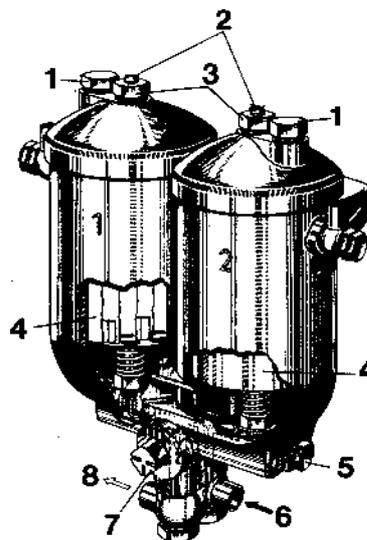
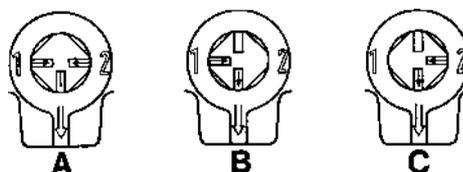

Fig. 74. Filtres à carburant de type réversible
Fig. 75. Position du robinet 3 voies, filtre à carburant réversible
1. Tourner le robinet (7, figure 74) jusqu'à la position C, figure 75.
2. Ouvrir la vis de purge (2) sur le filtre No 1. Enlever le bouchon de vidange et recueillir le carburant. Dévisser l'écrou de serrage (3) déposer le couvercle et la cartouche.